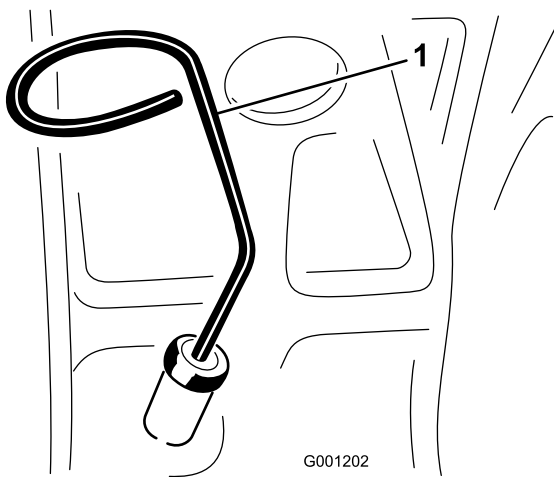

Figura 22
2. Retire la varilla (Figura 22), límpiela, y vuelva a colocarla. Retire la varilla y compruebe el nivel de aceite. El nivel de aceite debe llegar a la marca Lleno de la varilla.